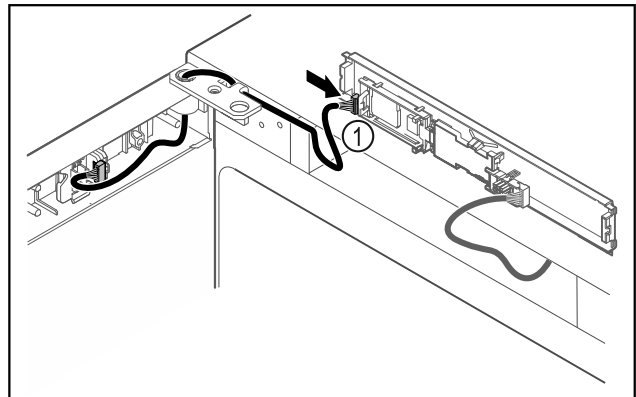

Fig. 45
- ▶ Подключите штекер Fig. 45 (1) к панели.